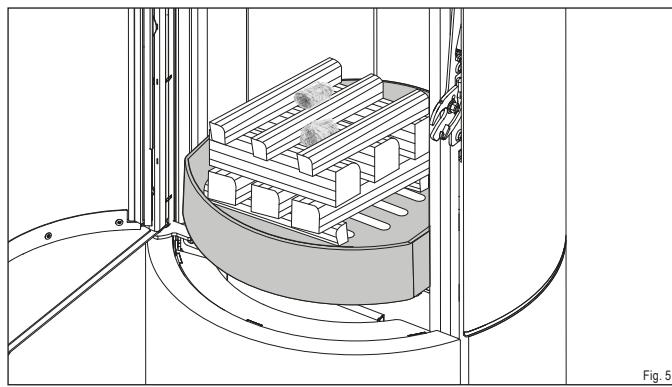

Fig. 5
- Placez les bûches au centre de la grille en fonte dans le foyer (Fig. 5):
- placer les deux premières bûches (2) perpendiculairement à la vitre du foyer sur l'extrémité avant et arrière de l'ouverture de la grille
- placer les trois bûches suivantes 3 (1) dans le sens de la longueur de la vitre du foyer sur les deux premières bûches
- les 3 suivantes (1) en travers par dessus
- les 3 dernières (2) en longueur par dessus
- l'allume-feu (3) au milieu, entre les bûches supérieures